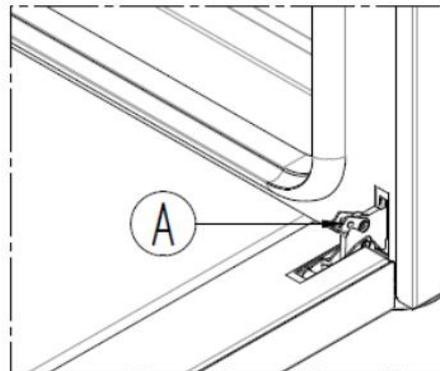

Fig. 7
- den beweglichen Teil des Scharniers „A“ (Abb. 7) komplett drehen;